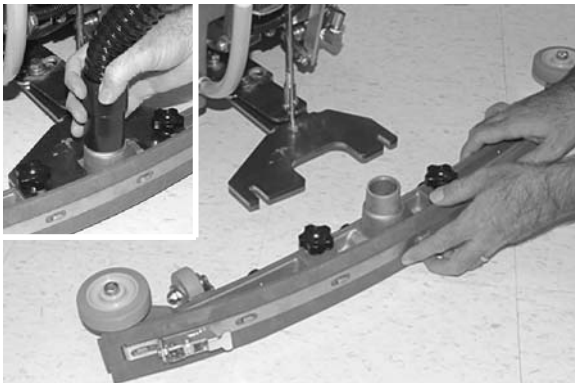

FIG. 3
2. Desserrez les deux molettes qui se trouvent sur racloir et faites glisser le racloir dans la fente située à l'arrière de la bride de fixation du racloir. (Figure 3) Resserrez bien les molettes.
3. Branchez le tuyau d'aspiration sur le bloc de racloir. (Figure 3)